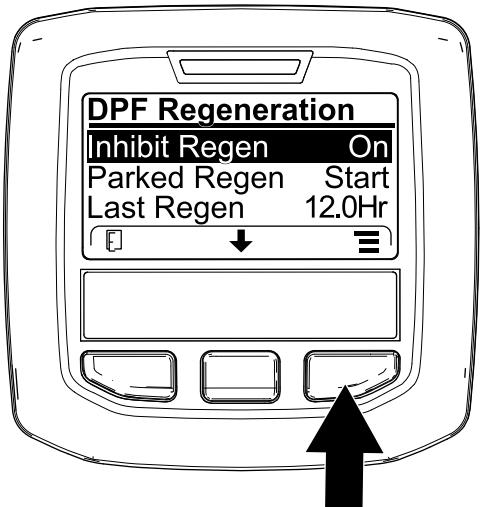

Bild 49
1. Navigieren Sie auf das Menü „DPF Regeneration“, drücken Sie die mittlere Taste und navigieren Sie auf die Option INHIBIT REGEN.; drücken Sie die rechte Taste, um den Eintrag „Inhibit Regen.“ auszuwählen (Bild 49).
2. Drücken Sie die rechte Taste, um die Einstellung für das Verhindern der Regenerierung von „On“ in „Off“ (Bild 49) oder von „Off“ in „On“ (Bild 50) zu ändern.